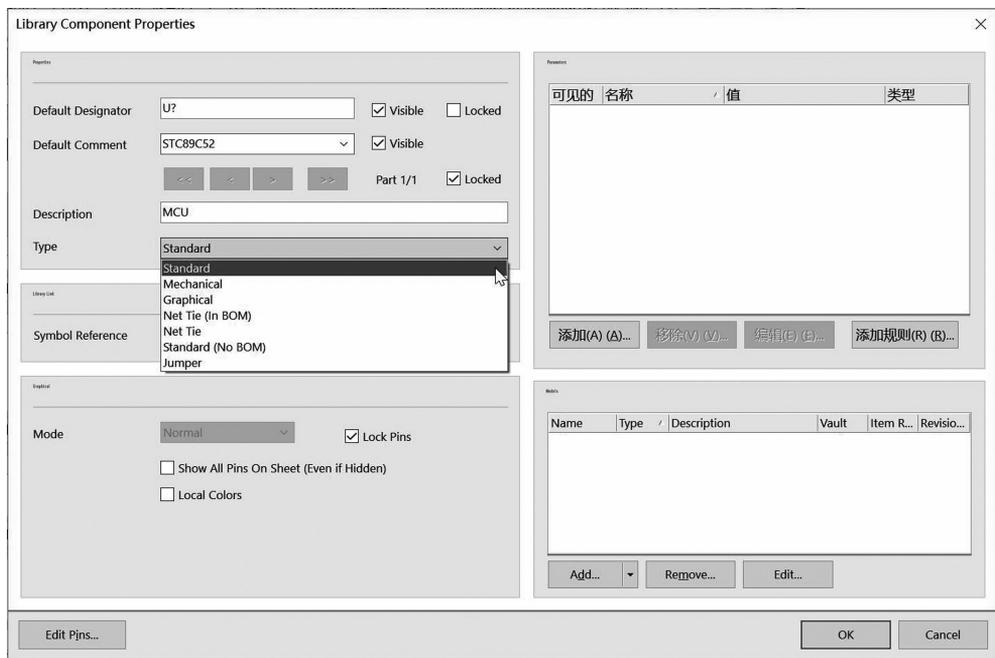

图 4-46 新建库元件属性设置对话框
(1) 双击“SCH Library (SCH 元件库)”面板原理图符号名称栏中的库元件名称“STC89C52”，则系统弹出如图 4-46 所示的库元件属性对话框。